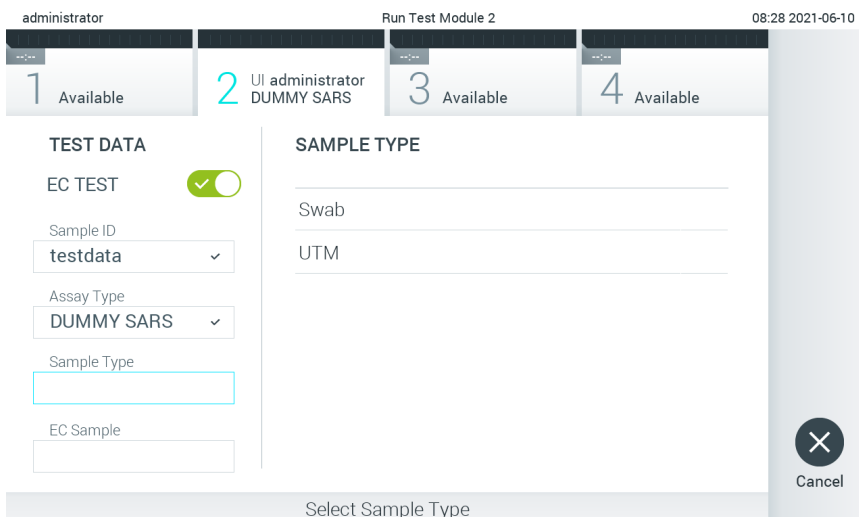

Figura 91. Selectarea unui tip de probă.
5. Dacă este necesar, selectați tipul de probă corespunzător din listă (Figura 91).